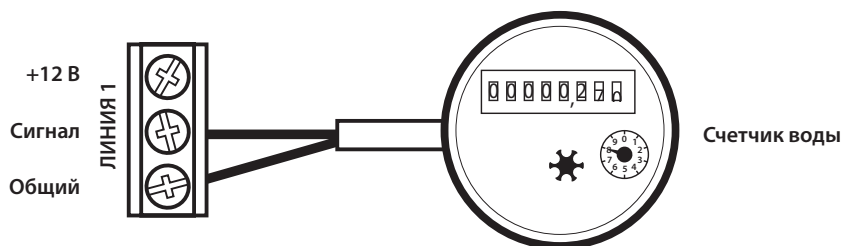

Рис. 35. Схема подключения прибора учета воды (счетчик) к модулю управления PROW+WiFi.
- Прибор учета подключается на одно из мест для датчиков контроля протечки воды (рис. 35). Конфигурирование входов осуществляется в приложении SST Cloud Вашего смартфона.